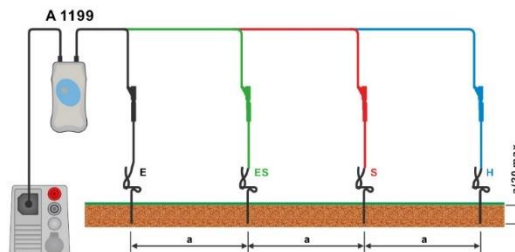

Abbildung 7.79: Messung des spezifischen Erdungswiderstands
- › Schließen Sie die Prüflleitungen am Prüfobjekt an (siehe **Abbildung 7.79**).